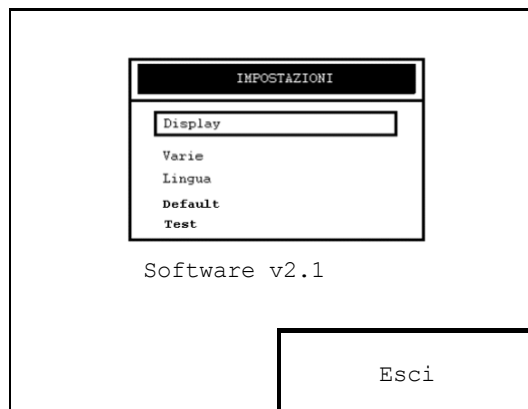

Fig. 7
1. Premendo la manopola encoder in corrispondenza del menù DISPLAY (vedi fig. 7), compare la schermata principale del menù DISPLAY
7. Per memorizzare la combinazione che meglio si adatta alle condizioni di visibilità dell’ambiente premere il tasto funzione relativo al pulsante SALVA ; comparirà a video il messaggio “Impostazioni salvate !”, quindi si ritorna alla schermata di fig. 7
8. altrimenti premere il tasto funzione relativo al pulsante ESCI che fa tornare alla schermata di fig. 7 senza aver apportato alcuna modifica .
1. Premendo la manopola encoder in corrispondenza del menù DEFAULT (vedi fig. 7), compare la schermata principale del menù DEFAULT
7. Per memorizzare la combinazione di parametri del programma standard premere il tasto funzione relativo al pulsante SALVA ; comparirà a video il messaggio "Impostazioni salvate !", quindi si ritorna alla schermata di fig. 7
8. altrimenti premere il tasto funzione relativo al pulsante ESCI che fa tornare alla schermata di fig. 7 senza aver apportato alcuna modifica.
1. Premendo la manopola encoder in corrispondenza del menù VARIE (vedi fig. 7), compare la schermata principale del menù VARIE
7. Per memorizzare la combinazione "acustica" desiderata premere il tasto funzione relativo al pulsante SALVA ; comparirà a video il messaggio "Impostazioni salvate !", quindi si ritorna alla schermata di fig. 7
1. Premendo la manopola encoder in corrispondenza del menù TEST (vedi fig. 7), compare la schermata principale del menù TEST
3. Premendo il tasto funzione relativo al pulsante ESCI, si ritorna alla schermata di fig. 7.
1. Premendo la manopola encoder in corrispondenza del menù LINGUA (vedi fig. 7), viene caricata la schermata principale del menù LINGUA
4. premere il tasto funzione relativo al pulsante SALVA in corrispondenza del passo 1.5.3 per salvare la nuova impostazione ; comparirà a video il messaggio "Impostazioni salvate !", quindi si ritorna alla schermata di fig. 7
5. altrimenti premere il tasto funzione relativo al pulsante ESCI che fa tornare alla schermata di fig. 7 senza aver apportato alcuna modifica